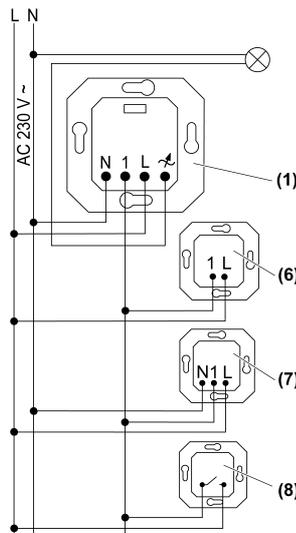

Bild 2: Anschlussplan mit optionalen Nebenstellen
- (1) UP-Einsatz
- (6) Nebenstellen-Einsatz 2-Draht
- (7) Nebenstellen-Einsatz 3-Draht
- (8) Installationstaster, Schließerkontakt
- UP-Einsatz gemäß Anschlussplan (Bild 2) anschließen.
- Rahmen (2) und Aufsatz (3) aufstecken.